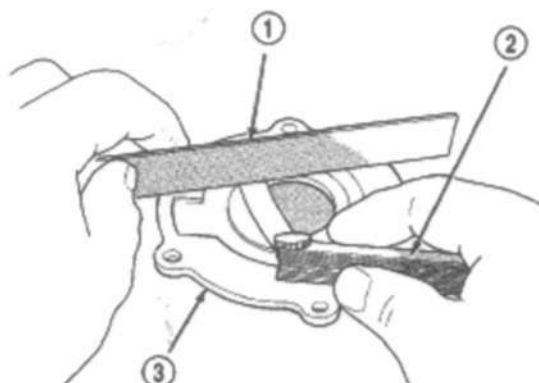
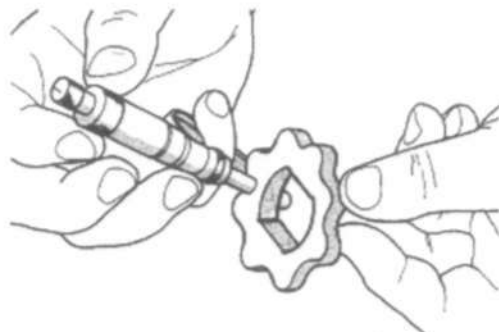

Рис. 91 Проверка плоскостности крышки масляного насоса
Рис. 93 Измерение толщины внутреннего ротора
(2) Приложить линейку по поверхности крышки насоса (Рис.91). Если щуп толщиной 0,025 мм проходит между крышкой и линейкой, крышку необходимо заменить.
(3) Замерить толщину и диаметр наружного ротора. Если толщина наружного ротора составляет 9,40 мм или менее либо если диаметр составляет 79,95 мм или менее, необходимо заменить наружный ротор.
(4) Если размер внутреннего ротора составляет 9,40 мм или менее, необходимо заменить внутренний ротор (Рис.93).